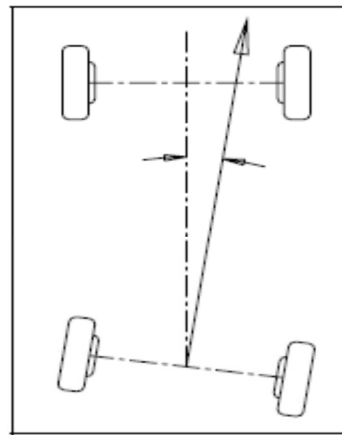

Fig.1.5
- Tracción Trasera: el ángulo de empuje es igual a la mitad de la diferencia de convergencia "toe-in" entre las dos ruedas traseras como se muestra en la Fig.1.5.